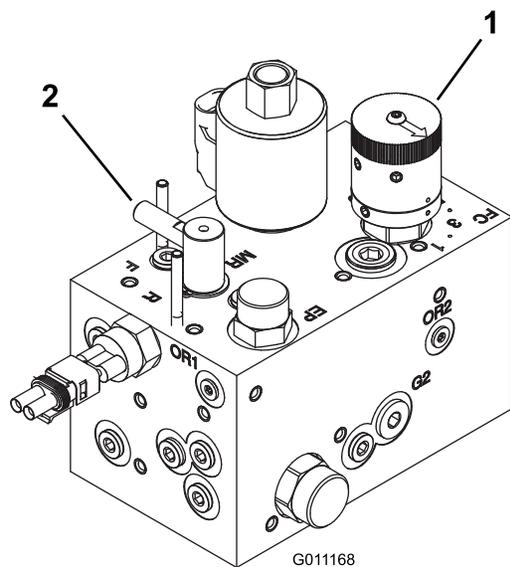

図 47
2. リール速度コントロールノブ **図 47** を、ステップ **1** で決めた番号に合わせる。